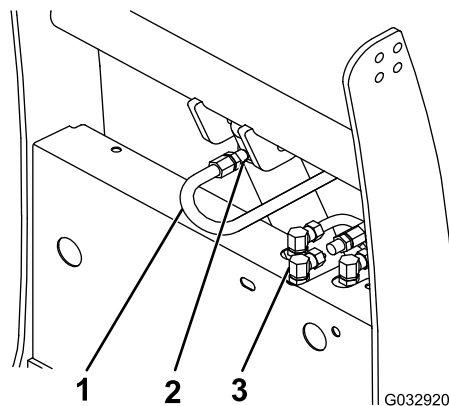

Figure 8
- Déposez le cache du raccord supérieur sur le vérin de levage (Figure 8).
de levage (Figure 8). Serrez le raccord à la main, puis serrez-le encore de 2 à 3 tours.
7. En formant un "S" avec le flexible, branchez l'extrémité libre du flexible hydraulique au raccord arrière sur la tablette hydraulique (Figure 8). Serrez le raccord à la main, puis serrez-le encore de 2 à 3 tours.